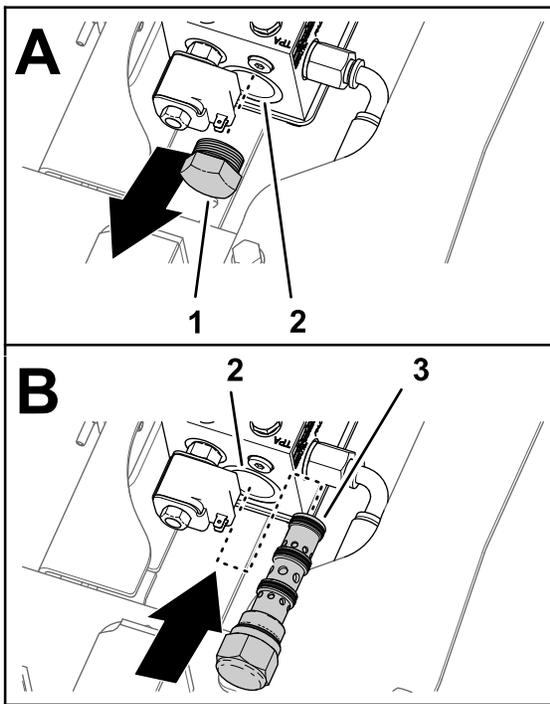

Figura 6
2. Retire el tapón del puerto a la izquierda del colector de tracción (Figura 6).
3. Inserte la válvula del diferencial de deslizamiento limitado en el colector de tracción y enrosque la válvula a mano (Figura 6).